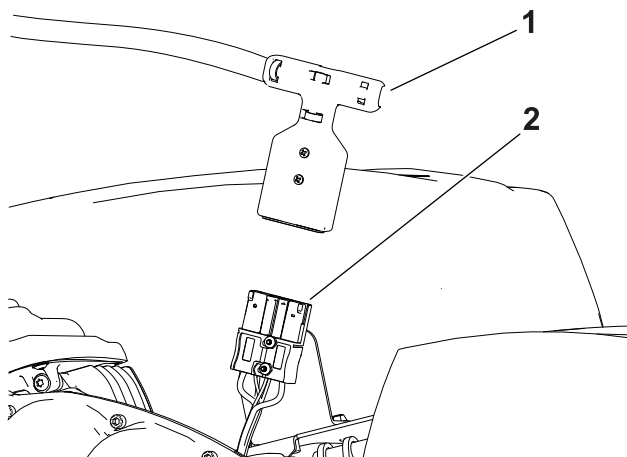

Figura 21
4. Desconecte el conector en T del arnés de cables principal en el conector del suministro eléctrico principal situado en la base de la batería (Figura 21).